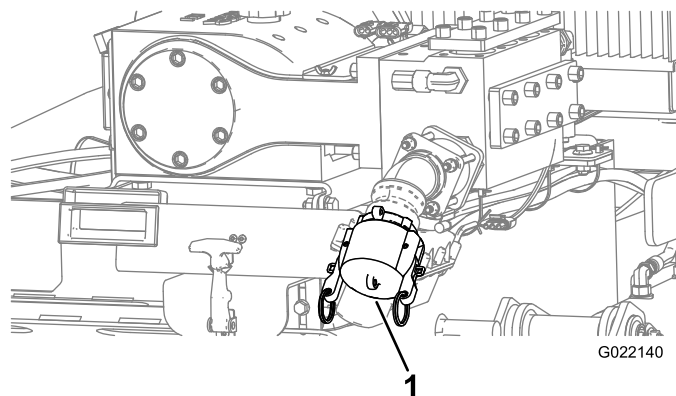

Figure 152
- C. Vérifiez que le bouchon est en place sur l'entrée de la pompe à fluide de forage (Figure 152).